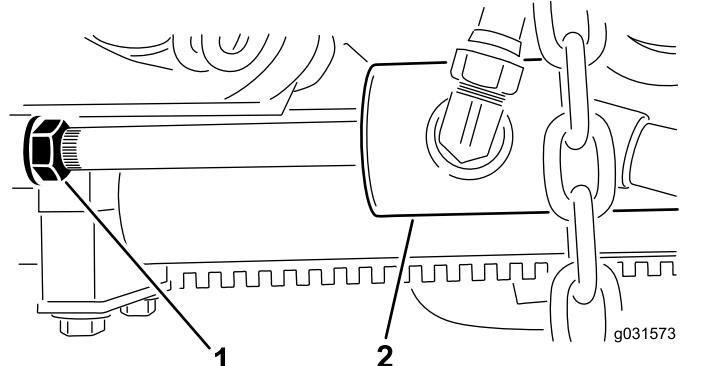

Bild 14
- A. Drehen Sie die die Klemmmutter am Zylinder heraus (Bild 14).